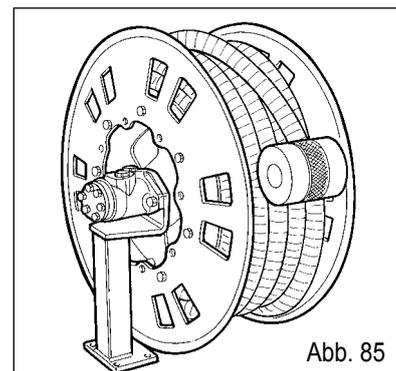

Abb. 85
Wenn man über eine Anlage für die HYDRAULISCHE AUFWICKLUNG (Optional) (Abb. 85) verfügt, bei der das Öl des Traktors eventuell mit der unabhängigen Hydraulikpumpe kombiniert ist: nachdem die Schnellanschlüsse des Öls an den Traktor angeschlossen wurden und die Anlage unter Druck gesetzt wurde, betätigen Sie, um zu wählen, welches der zwei Zubehöriteile verwendet werden soll, den Hebel (2) und setzen Sie ihn in die Position Schlauchaufwickler; ziehen Sie dann den Hebel (1), um den Schlauch wieder auf den Aufwickler zu wickeln (Abb. 86-87).